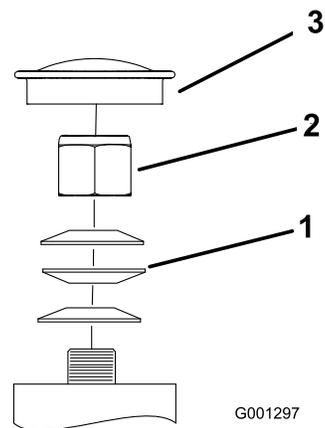

Figura 52
3. Retire el tapón anti-polvo de la rueda giratoria y apriete la contratuerca (Figura 52).
4. Apriete la contratuerca hasta que las arandelas de muelle estén planas, luego afloje la contratuerca 1/4 de vuelta para establecer la pre-carga correcta de los cojinetes (Figura 52).
Importante: Asegúrese de que las arandelas de muelle están correctamente instaladas, según muestra Figura 52.
5. Coloque el tapón anti-polvo (Figura 52).